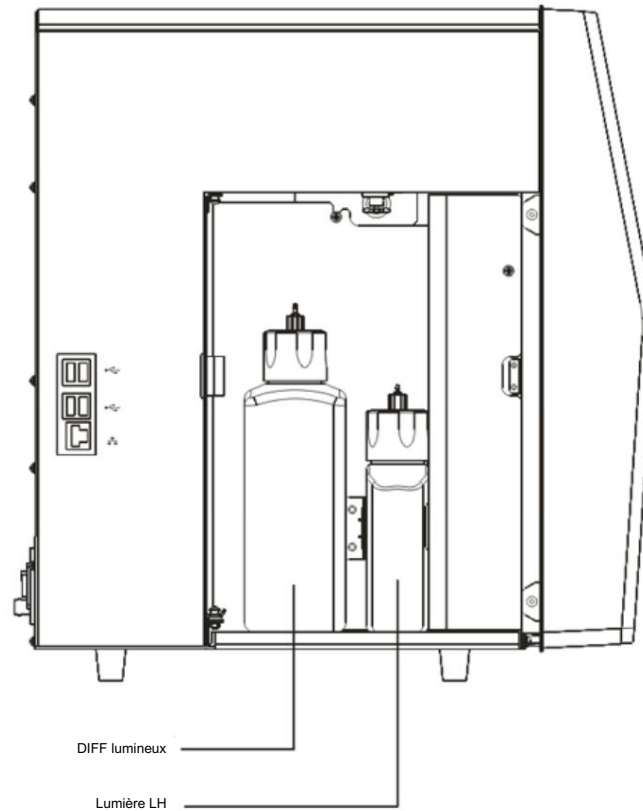

Figure 12-7 Connexion Lyse sur le côté gauche de l'analyseur
1. Voir la figure 12-7 pour les connexions des tubes de l'analyseur. Les tubes M-52 DIFF lyse et M-52 LH lyse sont placés dans l'analyseur par la porte gauche, et le diluant DS et le récipient à déchets sont placés sous le plan de travail.